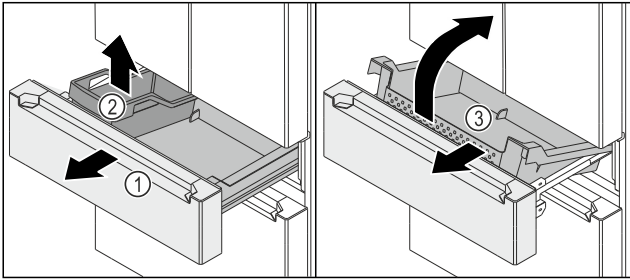

Fig. 150
- ▶ 将拉出式滑架 Fig. 150 (1) 拉出至止挡。
- ▶ 取出 FlexBox Fig. 150 (2)。
- ▶ 向上抬起容器 Fig. 150 (3) 前部。
- ▶ 朝前斜着取出容器 Fig. 150 (3)。